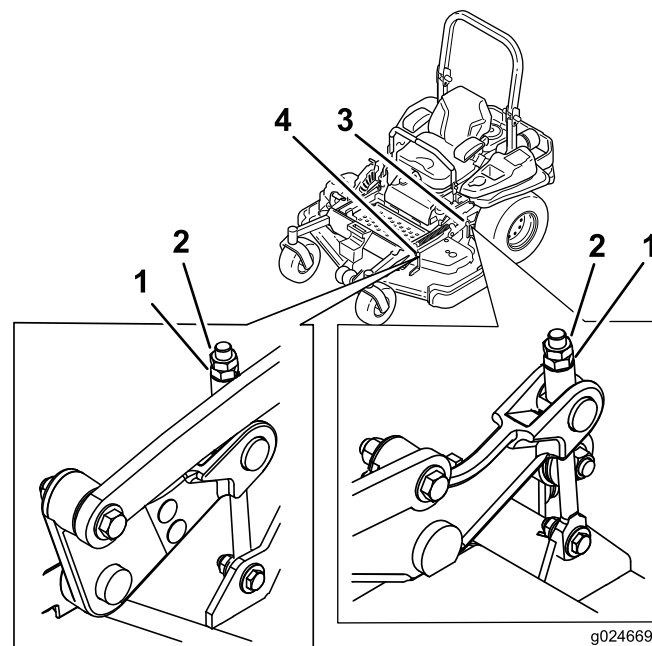

Figure 87
9. Au besoin, ajustez précisément le serrage de l'écrou de réglage de relevage du plateau avant (voir Figure 87).
15. Ajustez précisément la vis de réglage en la tournant de manière à obtenir une hauteur de 8,3 mm (Figure 87).